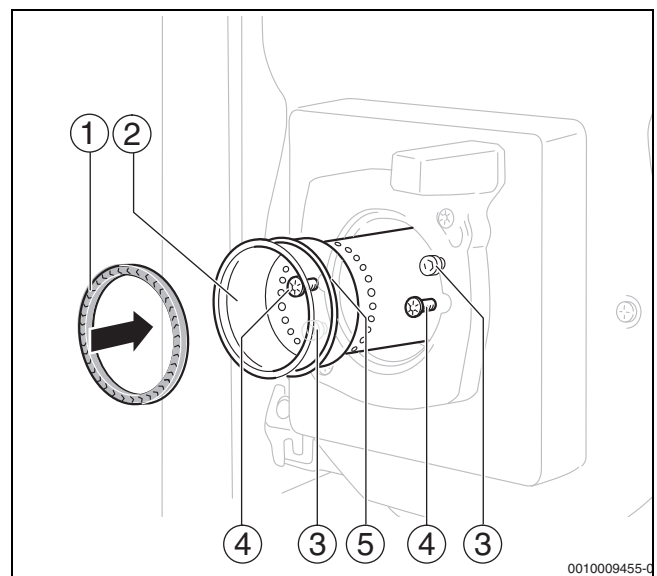

Bild 42 Brennerrohr austauschen
- ▶ Beide Befestigungsschrauben (→ Bild 42, [4]) lösen.
- ▶ Neues Brennerrohr (→ Bild 42, [2]) und O-Ring (→ Bild 42, [5]) einbauen.